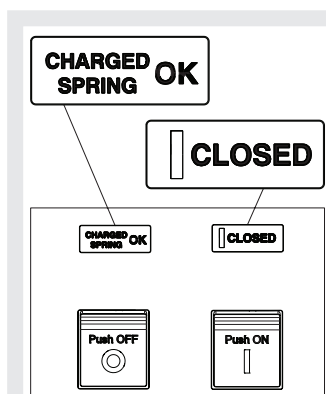

Figura 28
4. Interruttore chiuso con molle cariche (vedi Figura 28). Questo stato si verifica quando dopo la chiusura (vedi passo 4 - Manovre apertura/chiusura manuale interruttore) le molle vengono ricaricate manualmente o automaticamente dal motoriduttore (se previsto).